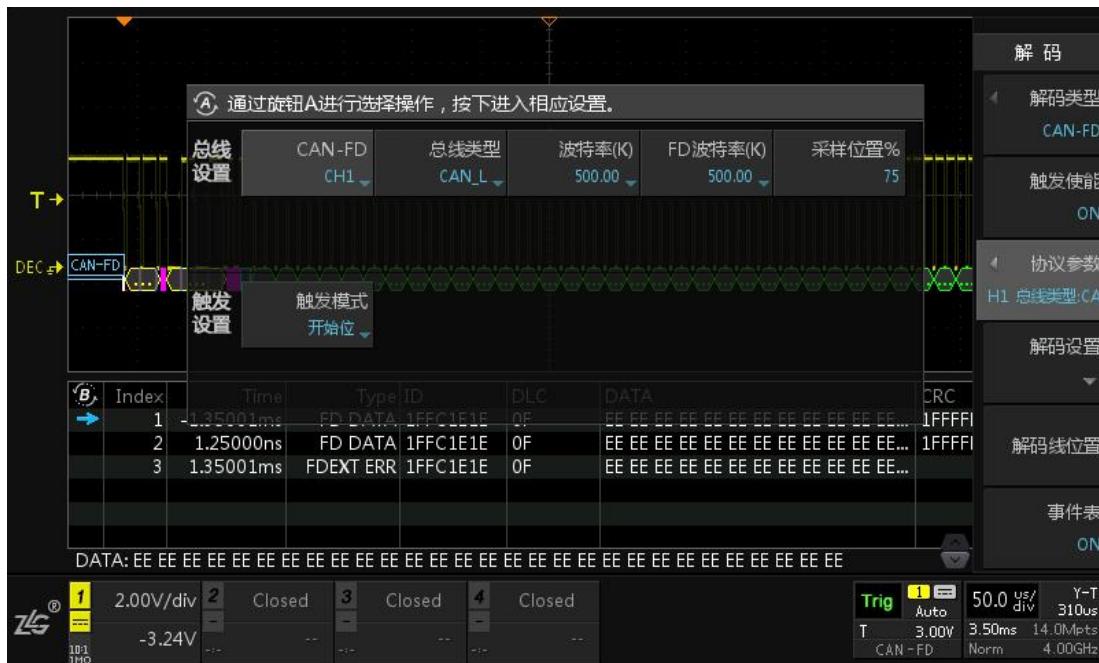

图 15.20 CAN-FD 协议参数配置
- 5、用户按下【协议参数】软键，可以对协议参数进行设置，旋转旋钮 A 可选择参数，短按旋钮 A 后可进行参数修改，其中包括“总线设置”与“触发设置”，如图 15.20 所示，CH1 为信号输入，总线类型为 CAN_L 或 CAN_H，波特率为 500K（可选或自定义）即普通的传输速率，FD 波特率为 500K（可选或自定义）即 CAN-FD 数据段传输的速率，一般 FD 波特率要高于普通波特率，触发模式“开始位触发”或“数据帧触发”。